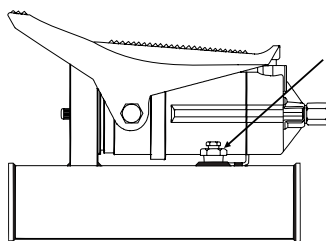
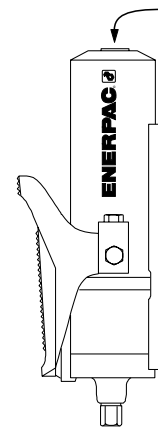

Abbildung 2
Abbildung 1
1. Die Pumpe aufrecht halten, wie in Abbildung 1 gezeigt, und den Füllstutzen herausnehmen. An Modellen vom Typ PA-1150 befindet sich der Füllstutzen seitlich an der Pumpe (siehe Abbildung 2).